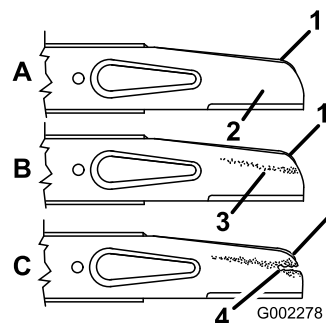

Figura 24
2. Togliete il bullone della lama, la rondella di bloccaggio, l'acceleratore e la lama (Figura 24).